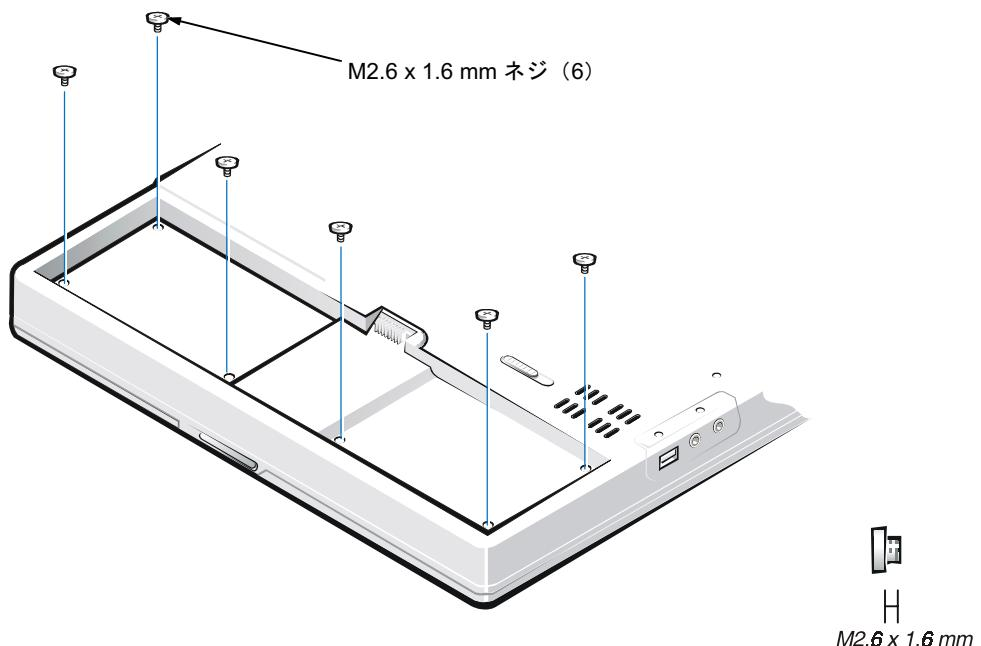

図 14 パームレストアセンブリのネジの取り外し
5. バッテリベイに固定してある 6 本の M2.6 x 1.6 mm ネジを取り外します（図 14 参照）。
テリベイの 6 本の $M2.6 \times 1.6 \text{ mm}$ ネジを取り付けます (図 14 参照)。